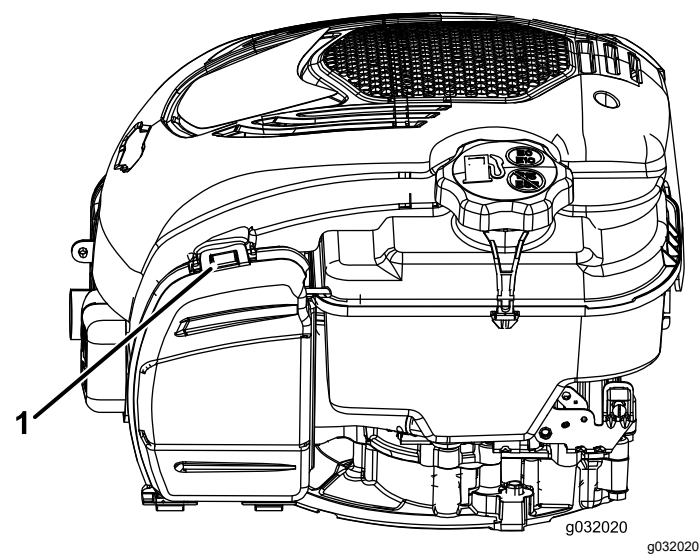

Figure 19
- 1. Tirez sur la languette pour ouvrir le couvercle du filtre à air (Figure 19).